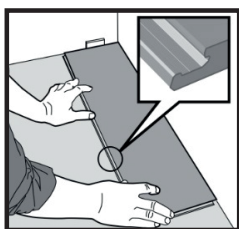

Bild 1
3. Börja i det vänstra hörnet genom att placera den första plankan med fjäder (långsida) och fjäder (kortsida) mot väggen. **Bild 1.**